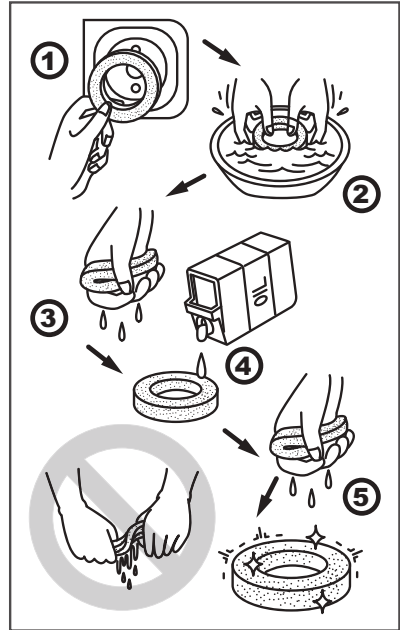

Рис. 15 Обслуживание фильтрующего элемента
- При незначительном загрязнении промойте поролоновый фильтрующий элемент теплым мыльным раствором и просушите. Смочите специальным или чистым моторным маслом, после чего отожмите излишки масла (Рис. 15).